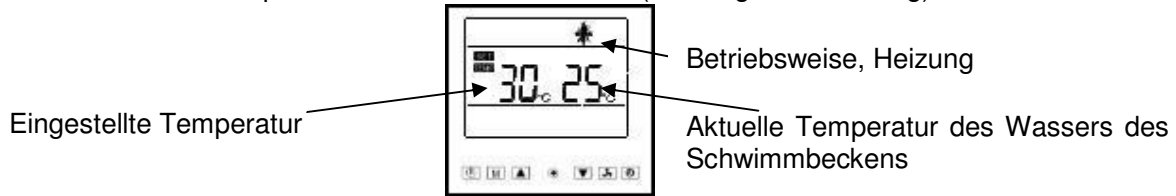
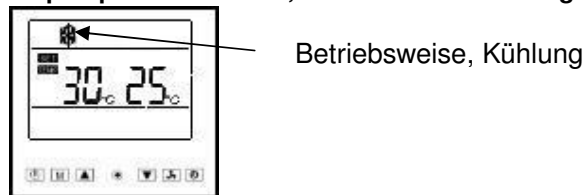

Abbildung 13: Display der Wärmepumpe beim Starten, Betriebsweise Heizung.
Abbildung 14: Display der Wärmepumpe beim Starten, Betriebsweise Kühlung.
Drücken Sie zum Starten der Wärmepumpe die Taste ; die Wärmepumpe startet innerhalb von drei Minuten. Das Display zeigt sofort die zuletzt gewählte Betriebsweise (Heizung oder Kühlung²⁰), siehe Abbildung 13. Abbildung 14 und Abschnitt 5.2.13.8, die letzte eingestellte Temperatur und die aktuelle Wassertemperatur des Schwimmbeckens (Heizung oder Kühlung) an.
- Heizung, das Display zeigt das Symbol  an, siehe Abbildung 13.
- Kühlung, das Display zeigt das Symbol  an, siehe Abbildung 14.
Es ist möglich, die von den einzelnen Fühlern erfassten Temperaturen durch Drücken der Taste (beim Modell BP-xxWS-B (xx=35, 50) die Taste drücken) für drei Sekunden anzuzeigen, wenn die Pumpe gestartet ist, siehe Abschnitt 5.2.4. Drücken Sie zum Anzeigen der von den verschiedenen Fühlern erfassten Temperaturen (drücken Sie beim Modell BP-xxWS-B (xx=35, 50) die Taste). Die von dem Fühler erfasste Temperatur wird für 10 Sekunden angezeigt; falls keine Taste gedrückt wird oder falls die Taste gedrückt wird, kehrt das Display zur Anzeige der üblichen Informationen zurück, siehe Abbildung 13 und Abbildung 14.